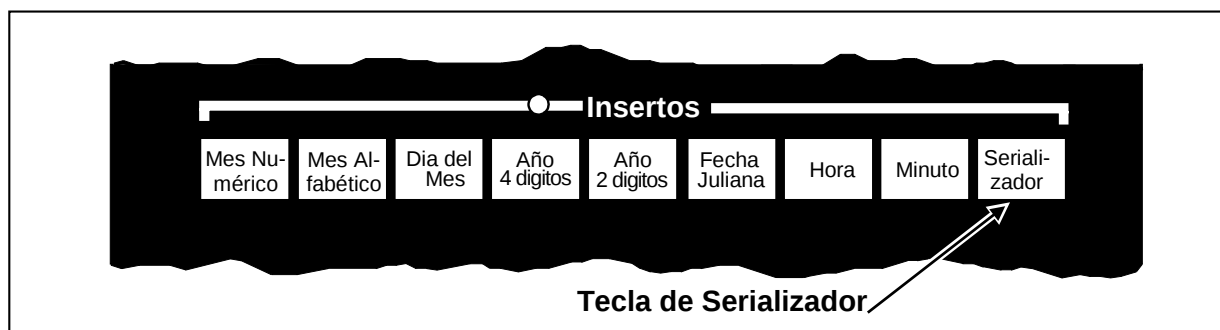

Figura 6-11. Miniteclado de Inserciones
El serializador se crea utilizando el miniteclado de inserciones (consulte la Figura 6-11). **Recuerde que sólo se puede insertar un serializador por mensaje, y que los serializadores sólo cuentan hacia adelante.** Si intenta introducir un serializador en un mensaje que ya lo contiene, la impresora no reconocerá el intento.
2. Pulse la tecla **Serial**. (consulte la Figura 6-11).